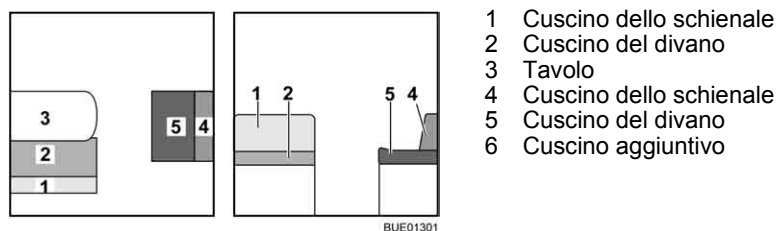

Fig. 124 Prima della trasformazione
- Trasformare il tavolo (Fig. 124,3) in struttura di supporto letto (vedi paragrafo 6.10).
- Rimuovere il cuscino dello schienale (Fig. 124,1) e riporlo.